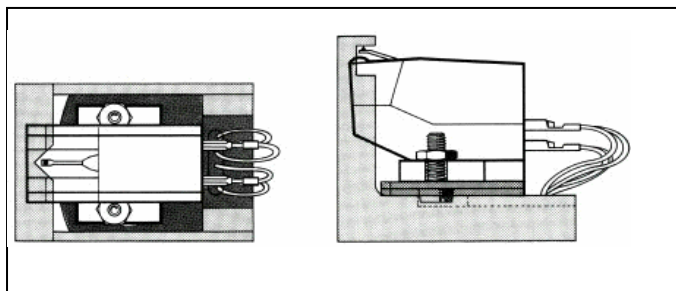

Fig. 9
Schieben Sie den Systemträger in die beiliegende Montagelehre. Die Montage ist korrekt, wenn die Abtastnadel, von oben betrachtet, in der V-förmigen Aussparung der Systemeinklehre steht. Von der Seite betrachtet, muss die Nadel im Bereich der rechteckigen Aussparung stehen (Fig. 9).
For the precise adjustment of the so-called stylus overhang push the head shell with cartridge into the supplied mounting gauge. The adjustment is correct if the stylus is flush with the V-shaped recess in the gauge as viewed from above. When viewed from the side the stylus should be seen within the rectangular recess of the gauge (Fig. 9). Adjust the cartridge in the head shell until the correct positions are achieved. Lastly, tighten the mounting screws, put the head shell with cartridge back on the tone arm and tighten the collar-lock (9).
L'exemple de branchement indiqué dans la figure 9 se rapporte au système Ortofon AT 95 E!
Insérez le support de système dans la glissière de montage fournie. Le montage est correct lorsque la pointe de lecture, vue d'en haut, est placée dans l'ouverture en V de la glissière de montage. Vue de côté, la pointe doit être enfoncée dans l'orifice rectangulaire (fig. 9).